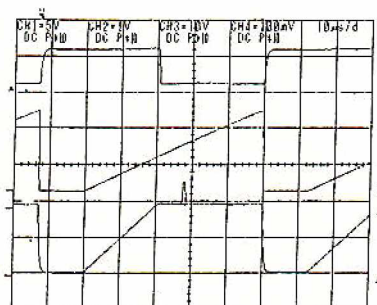
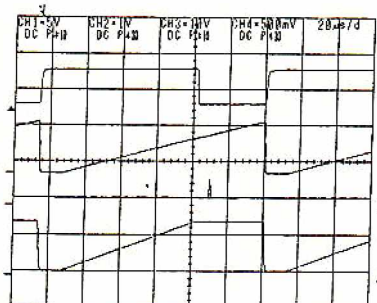

Figure 15 : évolution de $V_c, V_{c, ext}, Q3, V_{c5}$, pour $C_{ext} = 100 \text{ pF}$ on obtient ici $T = 20 \mu s$.
Figure 17 : même chose pour $C_{ext} = 470 \text{ pF}$ on obtient ici $T = 70,5 \mu s$.
tandis que la tension V_{REF} est égale à $3,47/3,7 = 0,94 V$. Cela permet de déterminer le temps de charge T pour une valeur donnée de C_{ext} . Les figures 15, 16 et 17 donnent les tensions et les temps (T) obtenus pour $C_{ext} = 100, 200$ et 470 pF environ (20, 36 et 70 μs respectivement), les temps théo-
$I_2 = (3,47 - 2,5)/47 \cdot 10^3 = 20,6 \mu A$ environ. On peut ici calculer la tension de sortie, c'est-à-dire la tension échantillonnée. Pour une capacité de C_5 de 2000 pF, et un temps $T = 70,5 \mu s$, on doit obtenir $V = 0,66 V$. C'est très exactement la valeur obtenue sur le tracé inférieur de la figure 17. De même, pour $C_{tot} = 130 \text{ pF}$ ($100 + 20 + 10$), on doit obtenir $V = 0,18 V$, valeur en très bon accord avec la mesure (0,19 V) de la figure 15.